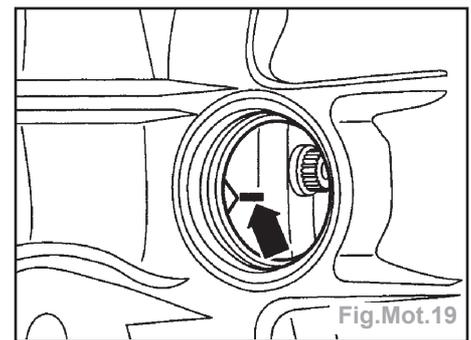

Fig.Mot.19
- Amener le vilebrequin au PMH du cylindre 1 (véhicules avec BV mécanique) (Fig.Mot.19).